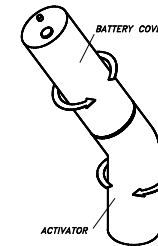

Abbildung 6
2. Schrauben Sie die Batterieabdeckung ab. (Abb. 6)